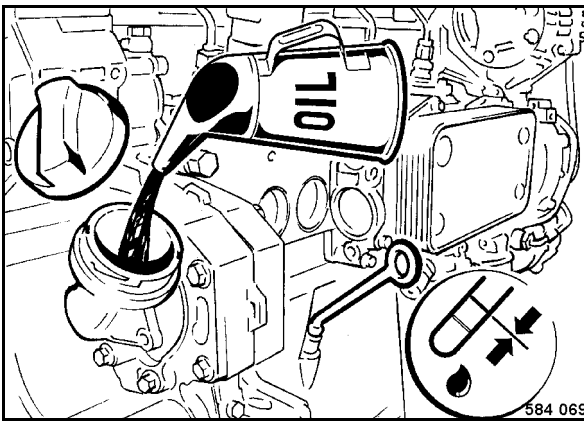

Fig. 105
- Extraer la varilla de medición de aceite (Fig. 105), limpiarla con un paño limpio y libre de hilachas e introducirla hasta el tope.